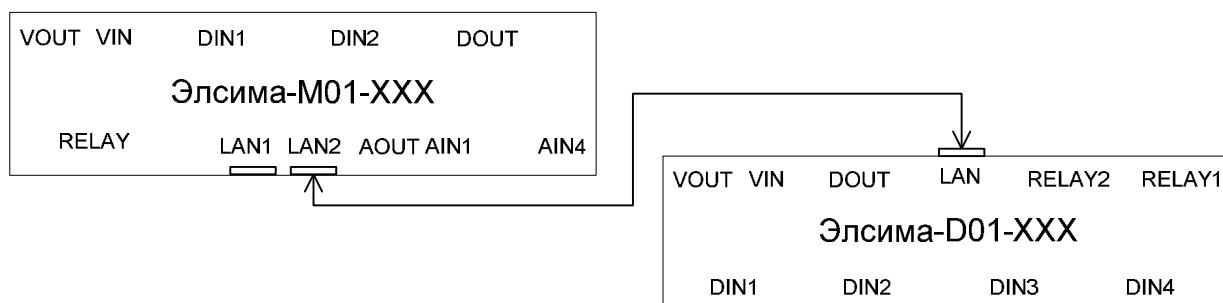

Рисунок 1.1 – Подключение модулей УВВ.
- подключение одного модуля УВВ непосредственно к контроллеру (рисунок 1.1);